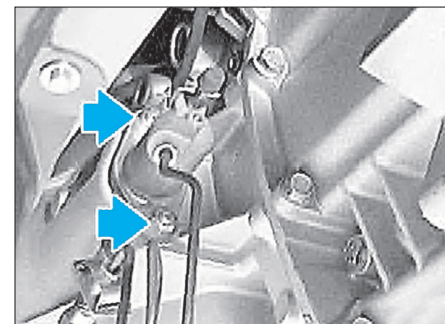

FIG. 6
- Dégager le bras de commande (2) vers le haut.
- Dévisser les écrous (flèches) et déposer le cylindre récepteur d'embrayage (Fig.6).